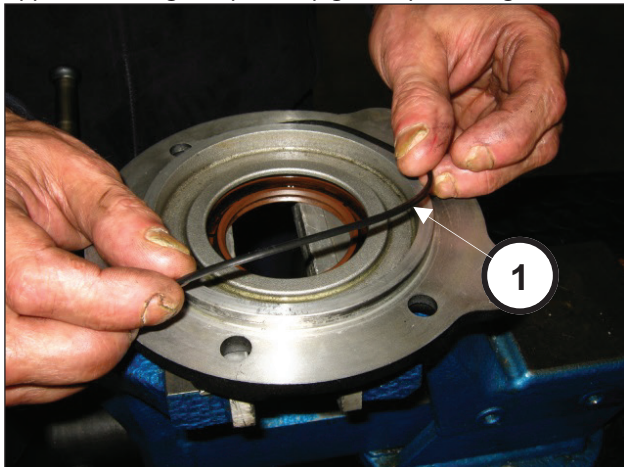

Fig. 85
Applicare l'O-ring al coperchio pignone (pos. ①, Fig. 85).